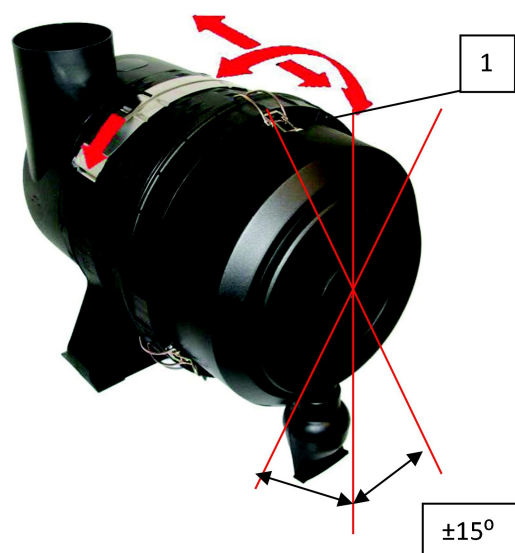

Рис. 4 Допустимые углы установки клапана удаления пыли
Наденьте крышку фильтра, при этом нужно соблюдать положение клапана удаления пыли, (Рис. 4).
Защелкните пружинные фиксаторы (1) (Рис. 4).